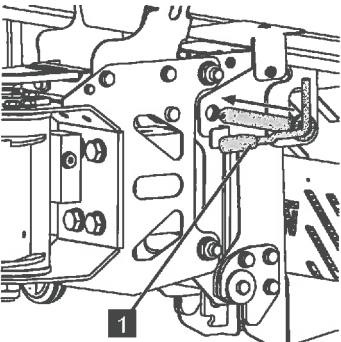

Abb. 144
3. Verriegelungsbolzen (Abb.144/1) einsetzen.